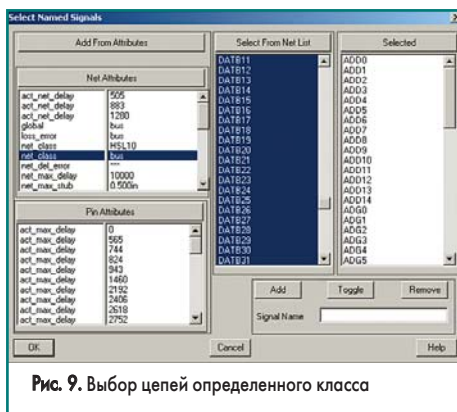

Рис. 9. Выбор цепей определенного класса
6. В появившемся окне Select Named Signal (рис. 9) в списке Net Attributes выберем класс цепей bus.